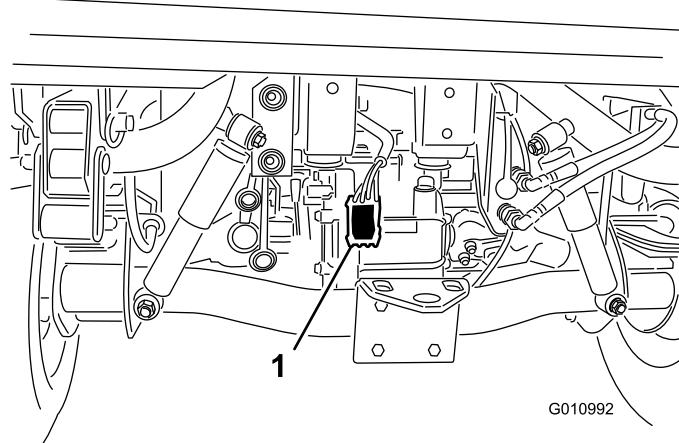

Figure 7
4. Acheminez le faisceau de câblage le long du faisceau de câblage principal du véhicule à l'arrière du véhicule (Figure 7).